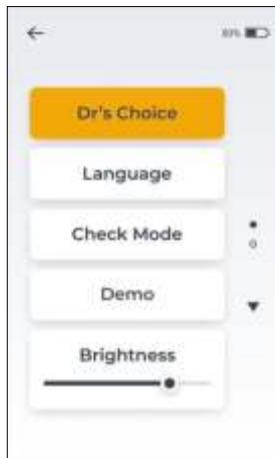

Figura 12
- Para desactivar la línea apical del Dr's Choice, vaya al menú de ajustes y desactive el Dr's Choice, pulsando la pestaña del Dr's Choice (ver Figura 12).